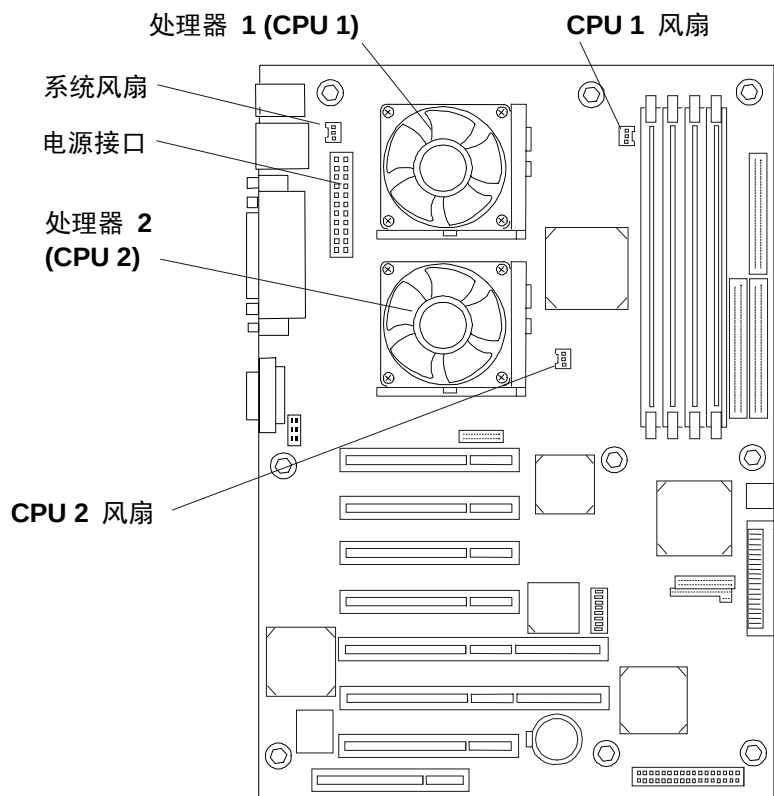

图 6-1. 主机板
4. 将散热器的冷却风扇接口连接至主机板上的第二个冷却风扇接口（CPU 2 风扇）。请参见图 6-1。
1. 断开冷却风扇接口与主机板上相应的冷却风扇接口的连接。请参见图 6-1。